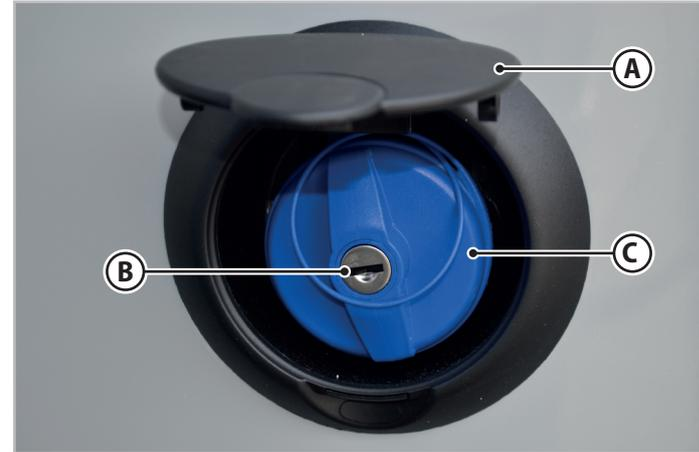

Fig.6.36 - Llenado del depósito de aguas limpias
1. Levante la tapa (A - Fig.6.36) para acceder a la boca de llenado de agua situada en el lateral del vehículo.
2. Introduzca la llave en la cerradura (B - Fig.6.36).
4. Gire el tapón (C - Fig.6.36) a la izquierda y retírelo.